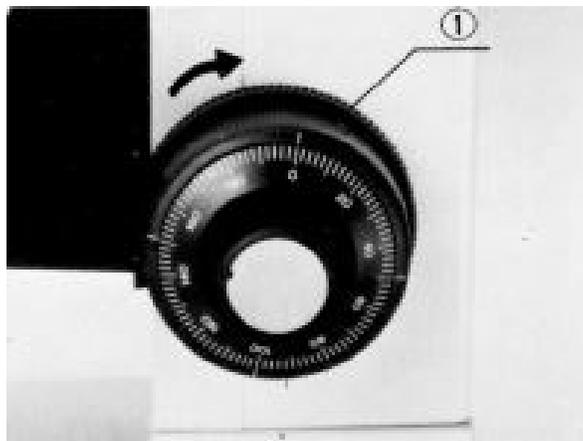

Figura 35: Anillo de ajuste de tensión.
- La tensión de las perillas de ajuste grueso se puede ajustar para evitar que la platina caiga. Con el anillo de ajuste de tensión que se muestra en la figura 35, la tensión de los ajustes gruesos se puede ajustar libremente para movimientos pesados o ligeros, según las preferencias del operador.